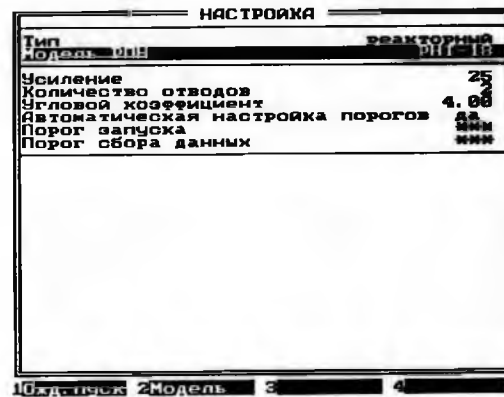

Рис.10.15. Исходное окно режима НАСТРОЙКА
10.4.6. Создание новой модели производится на базе любой из имеющихся в списке модели. Это выполняется в режиме **НАСТРОЙКА**, перейти в который можно нажатием кнопки **F1** (функция – Настройка) (рис. 10.15).
Перед проведением измерения для испытываемой модели должны быть заданы следующие настраиваемые параметры (рис.10.15):
10.5.7. Чтобы задать скорректированное значение параметра **Усиление**, нажатием кнопки **F4** (функция - Выход) выйти в исходное окно режима ОЖИДАНИЕ ПУСКА, а из него нажатием кнопки **F1** (функция – Настр-ка) – в режим НАСТРОЙКА (рис.10.15).
10.5.9. Чтобы задать скорректированное значение параметра **Порог запуска**, аналогично п. 10.5.7. войти в режим НАСТРОЙКА (рис. 10.15).
Нажать кнопку ВВОД и вернуться в исходное окно режима НАСТРОЙКА (рис.10.15).